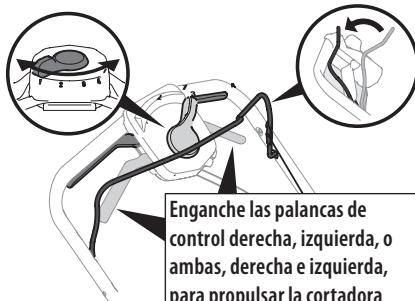

Figura 35
- Una vez que el motor esté funcionando y mientras sigue oprimiendo el control de la cuchilla, apriete cualquiera de los controles de la transmisión (o ambos) contra la manija superior para propulsar la cortadora (Figura 35).